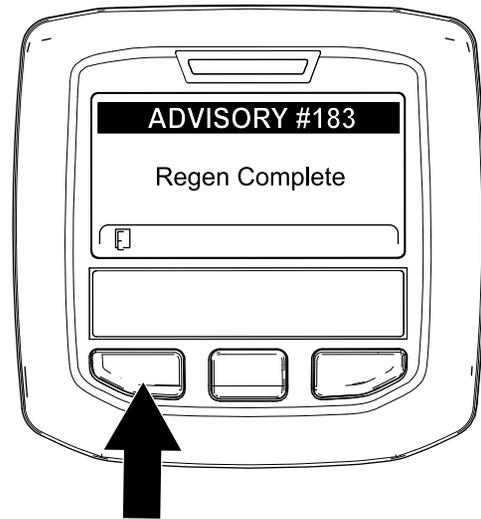

Figure 61
9. Quand le calculateur moteur achève une régénération en stationnement ou d'urgence, l'InfoCenter affiche ADVISORY #183 (avis n° 183) (Figure 61). Appuyez sur le bouton gauche pour quitter l'écran d'accueil.